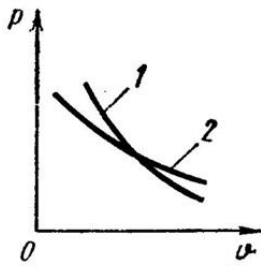

Рис. 4.4. Взаимное расположение адиабаты и изотермы идеального газа в p - v -диаграмме
4). Адиабатный процесс (Рис.4.4).